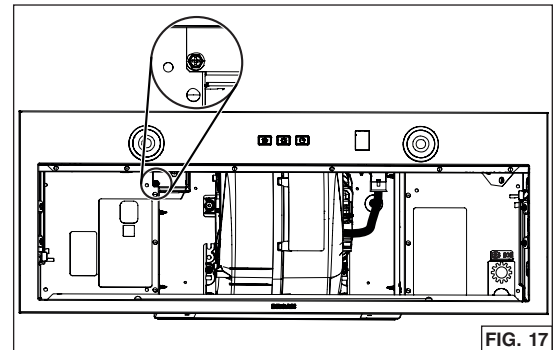

FIG. 17
5. Retirer et se défaire de la vis encrêlée dans la FIG. 17. NOTE : Cette vis peut être présente ou pas.